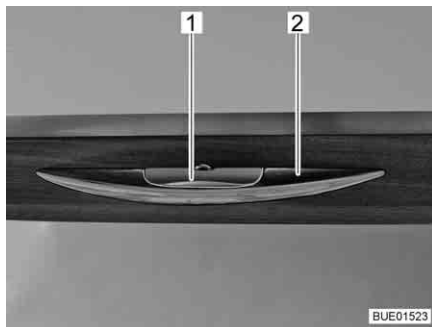

Bild 54 Skåplucka med låshandtag
- Tryck in låshandtaget (Bild 54,1) och håll det intryckt.
- Öppna skåpluckan genom att dra i handtaget (Bild 54,2).